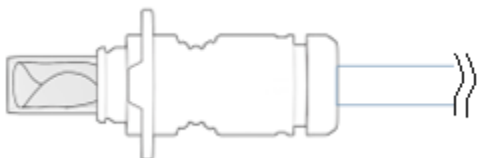

Bild 6. Granskning av implantatet (inuti laddningskanylen)
- Kontrollera visuellt att implantatet är helt (inuti laddningskanylen). Det ska inte finnas några räfflor, veck eller bristningar (se Bild 6).